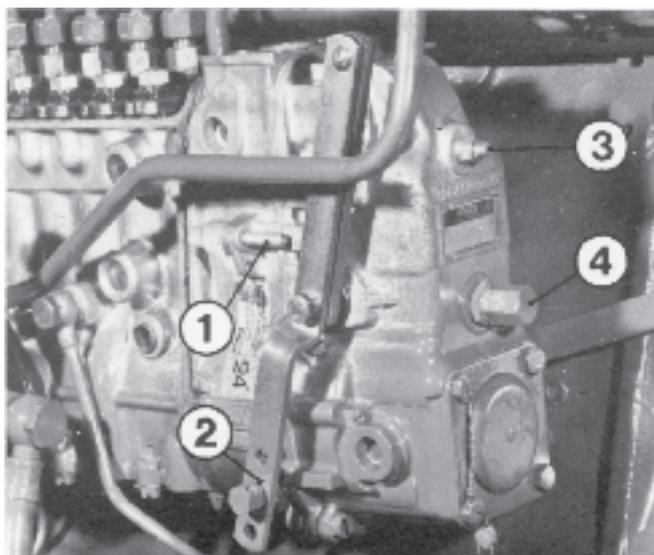
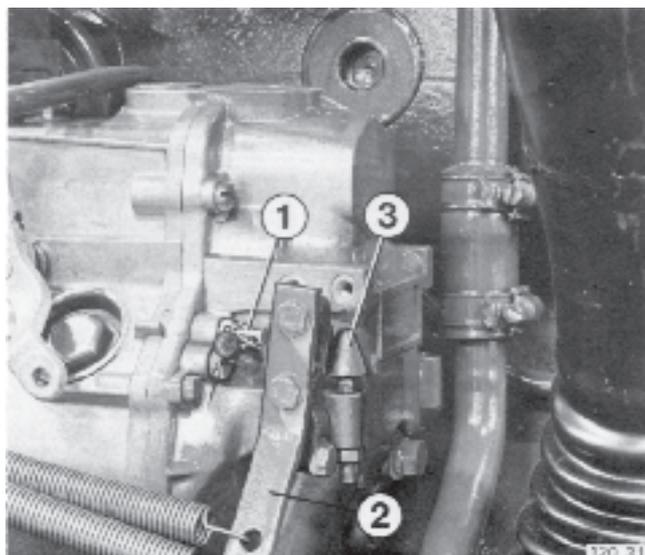

Fig. 137. Réglage de régime, régulateur RSV
Fig. 138. Réglage de régime, régulateur RQV
3. Régler le régime de ralenti si nécessaire en tournant la vis de réglage (3, figure 137 ou 3, figure 138) dans un sens ou l'autre.
1. Enlever l'écrou à coupole (4, figure 137), desserrer le contre-écrou et tourner lentement la vis de stabilisation dans le sens d'horloge tout en observant le régime moteur.
3. Vérifier le régime avec un compte-tours. Si nécessaire, régler la butée 1, figure 137 ou 1, figure 138 de façon à obtenir un régime correct. Voir les données de réglage dans le classeur Bulletins de Service.